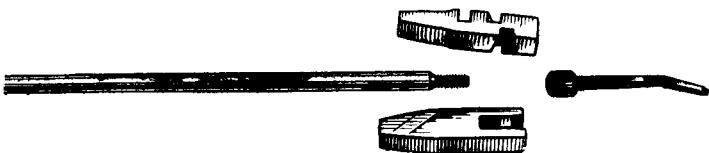

Рис. 22. Стержень с навинчивающимися головками
7) Металлический стержень из стали-серебрянки с навинчивающимися головками для регулировки механики: головка с прорезом в два миллиметра — для поворота нижних клавиатурных штифтов; головка с загнутым стержнем — для поворота пилотов роялей, то есть для устранения холостого хода в клавиатуре; головки с прорезями под прямым и под острым углом — ими можно гнуть демпферную проволоку пианино с целью приближения демпфера к струнам (см. рис. 22). Для поворота ауслэзерных винтов лучше иметь самостоятельный ключ; у